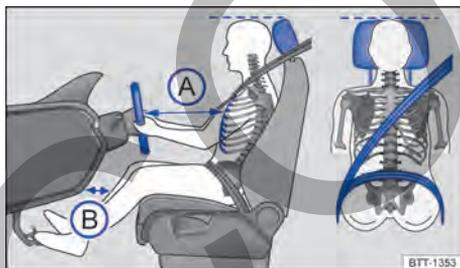

Fig. 20 Distancia correcta del conductor con relación al volante, posición correcta de la banda del cinturón de seguridad y ajuste correcto del apoyacabezas.
- Ajustar el asiento para que la distancia entre el volante y el tórax tenga como mínimo 25 cm → fig. 20 (A) y que el conductor pueda sujetar el volante del borde externo con las dos manos y los brazos ligeramente doblados.
- Ajustar el asiento del conductor de manera longitudinal para que los pedales se puedan accionar con las piernas ligeramente dobladas y la distancia de la zona de la rodilla con el panel de instrumentos sea de al menos 10 cm → fig. 20 (B).
- Para los asientos con apoyacabezas: ajustar el apoyacabezas para que su borde superior se encuentre preferentemente en la misma línea de la parte superior de la cabeza → fig. 20 – pero no por debajo de la altura de los ojos. Posicionar la parte posterior de la cabeza lo más cerca posible del apoyacabezas.